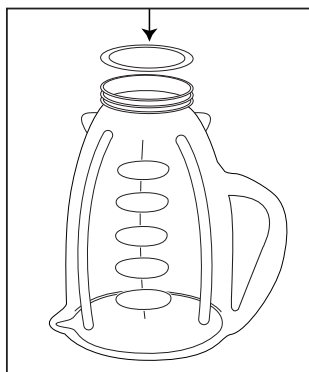

FIGURE 1
1. Posez le récipient sens dessus dessous, petite embouchure au haut. (Figure 1)
2. Placez le joint d'étanchéité sur l'embouchure. (Figure 1)